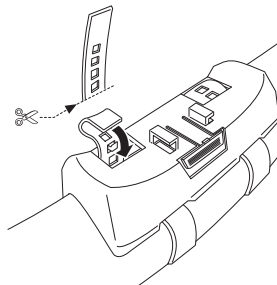

Fig. 17
3. Tagliare la parte in eccesso della cinghia. (Fig. 17)